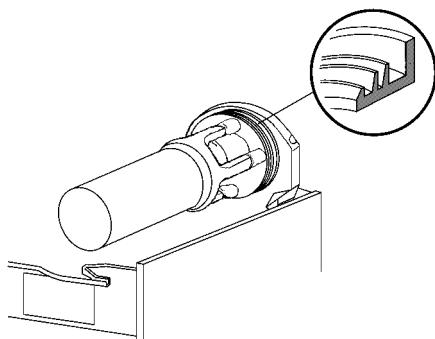

Bild 12
**ANMERKUNG:** Der Rand mit dem größeren Durchmesser muß an der Rückwand anliegen (Bild 12).